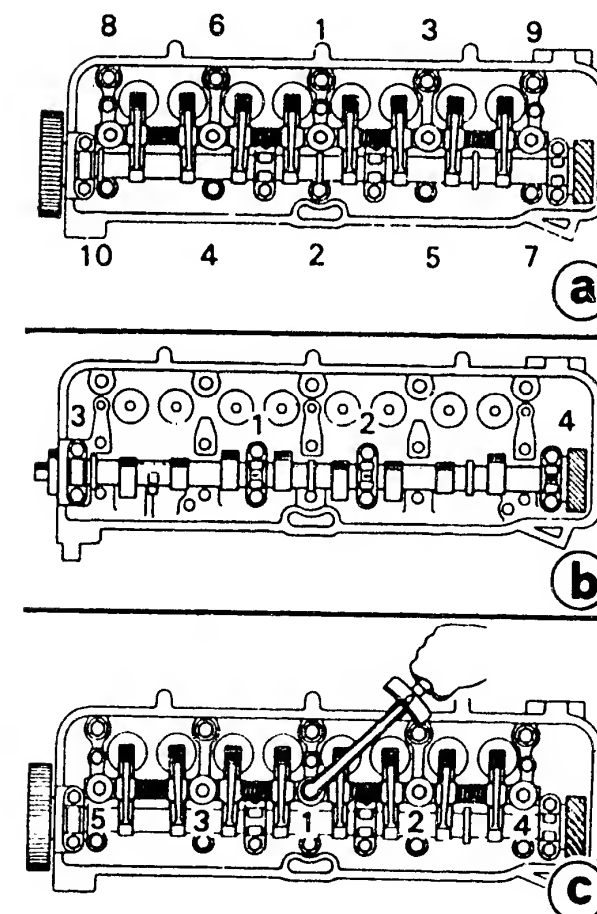
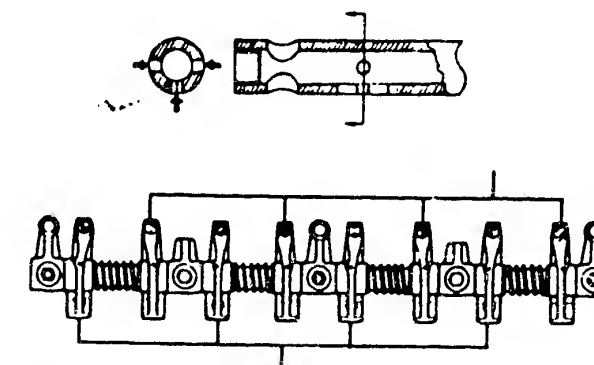

Bild 3 Motor 4A-C: Anzugsreihenfolge der Zylinderkopfschrauben (a), der Nockenwellenlagerdeckel (b) und der Kipphebelwellen-Lagerung (c).
Bild 5 Motor 4A-C: Die Kipphebelwelle ist so einzubauen, dass die Ölbohrungen seitlich und gegen unten gerichtet sind.
a) Zum **Ausbau** sind die Keilriemen, der Zündverteiler und die obere Zahnriemenabdeckung abzunehmen. Der Zahnriemen ist für den Wiedereinbau zu markieren. Der Riemenspanner lässt sich durch Abnehmen des Stopfens im unteren Abdeckblech von aussen lösen. Die Zylinderkopfschrauben sind in der umgekehrten Anzugsreihenfolge (Bild 3) zu lösen.
c) Die **Zylinderkopfdichtung** ist mit der um die Wasserkanäle aufgetragenen Dichtungsmasse **nach oben** zu montieren. Die Zylinderkopfschrauben sind in der korrekten Reihenfolge gleichmässig in drei Schritten mit 53...64Nm festzuziehen (Bild 3).
d) **Nockenwelle und Ventile:** Die Nockenwellen-Lagerdeckel und die Kipphebelwellen-Lagerung sind in mehreren Schritten in der umgekehrten Anzugsreihenfolge (Bild 3) zu lösen. Beim Einbau der Kipphebelwelle ist auf die Lage der Ölbohrungen (Bild 5) zu achten.